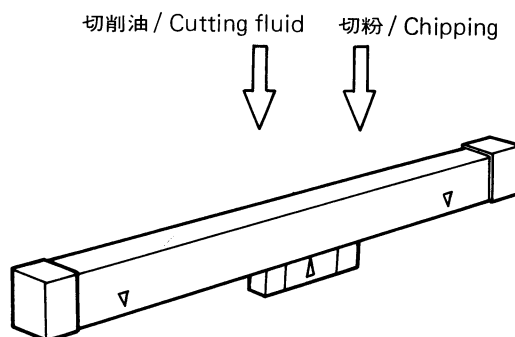

Fig. 2 スケールユニットの取付方向
- スケールの取付け向きを考えて下さい。スケールユニットはちり及び切り屑などからの保護のためにFig 2 に示すような向きで取付けてください。なおFig 2 によらない場合は、防じんカバーなどの対策をしてください。
The scale must be positioned in place by taking into account the direction through which chip-pings fly off or fall toward the scale. Fig. 2 shows the recommended orientation in side view.